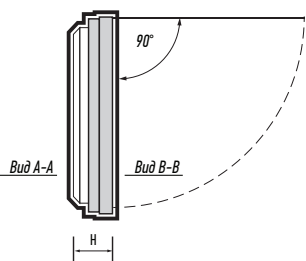

Рис. 2 Установка светильника PBH-PC9
8.4 Защелкнуть светильник в монтажную скобу до упора (Рис. 2).